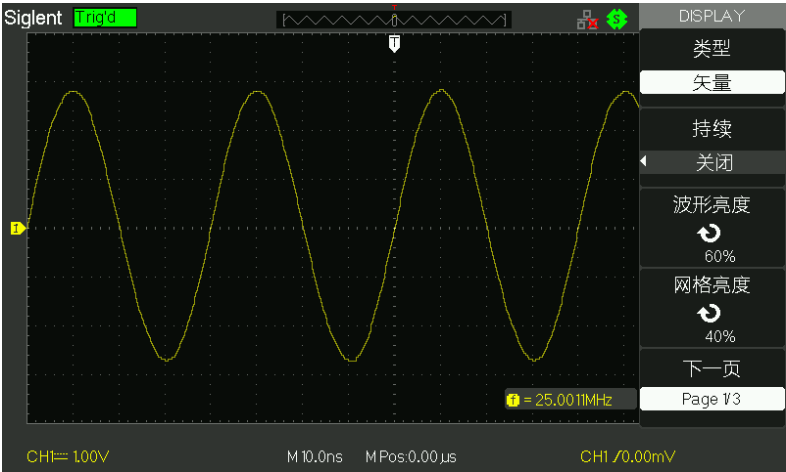

图 2-39 显示系统功能菜单 1
2. 按【持续】选项按钮，选择【关闭】、【1 秒】、【2 秒】、【5 秒】或【无限】。利用此选项可以的观察一些特殊波形。如图 2-39 所示